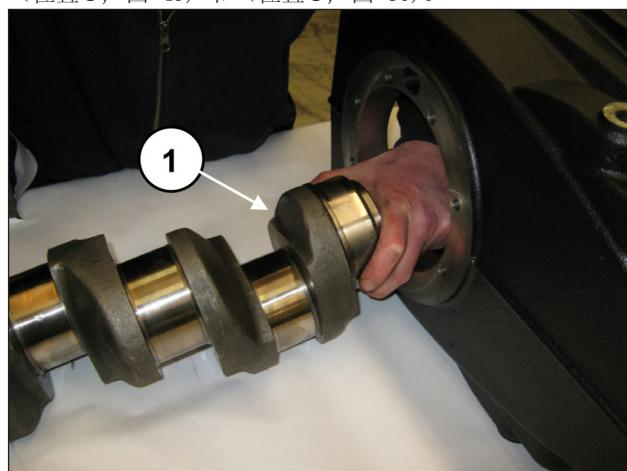
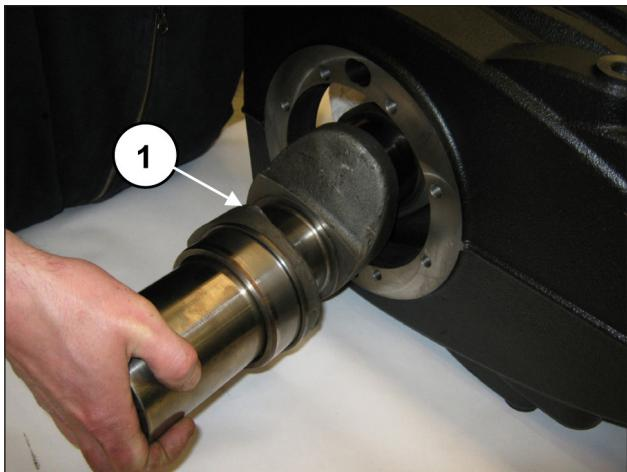

图 49
图 50
从动力输出轴侧插入轴，注意不要碰撞先前安装的连杆柄(位置①, 图 49)和(位置①, 图 50)。